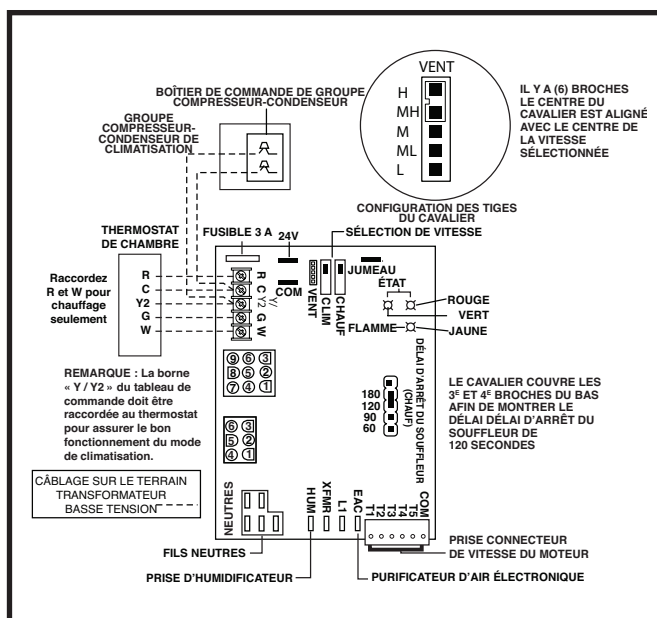

Figure 23. Carte Nordyne Channel
bornes intégrée dans la fournaise. La Figure 23 présente les branchements appropriés pour les applications à chauffage seulement (deux fils) ou chauffage/climatisation (quatre fils). Le calibre de fil minimal recommandé pour le câblage du thermostat est indiqué dans le Tableau 5.
Il existe 5 configurations du souffleur pour les vitesses de ventilation, chauffage et climatisation. Les réglages sont L (BASSE), ML (MOYENNEMENT BASSE), M (MOYENNE), MH (MOYENNEMENT ÉLEVÉE) et H (ÉLEVÉE). Consultez les tableaux du souffleur qui accompagne ces directives d'installation pour les réglages appropriés. Pour changer le réglage de CHAUFFAGE et de CLIMATISATION, trouvez les sélecteurs de vitesse sur le tableau de commande. Pour le CHAUFFAGE et la CLIMATISATION, déplacez le sélecteur vers le haut et vers le bas jusqu'au réglage désiré. Pour régler la vitesse de VENTILATION, un cavalier doit être déplacé. Par exemple, la couverture des 2 dernières tiges (H et MH) règle le ventilateur sur H (ÉLEVÉE). Consultez la Figure 23 pour plus de détails.
Les ordres de fonctionnement des modes de chauffage, climatisation et ventilation sont décrits ci-dessous. Vérifiez les schémas de câblage d'excitation et de câblage de la fournaise : Figure 23, Figure 31 et Figure 32.
- Lorsque le thermostat met sous tension la borne G pour un fonctionnement continu du ventilateur (sans appel de chauffage ou de climatisation), le ventilateur intérieur est mis sous tension à la vitesse de VENTILATEUR sélectionnée. Voyez la Figure 23.